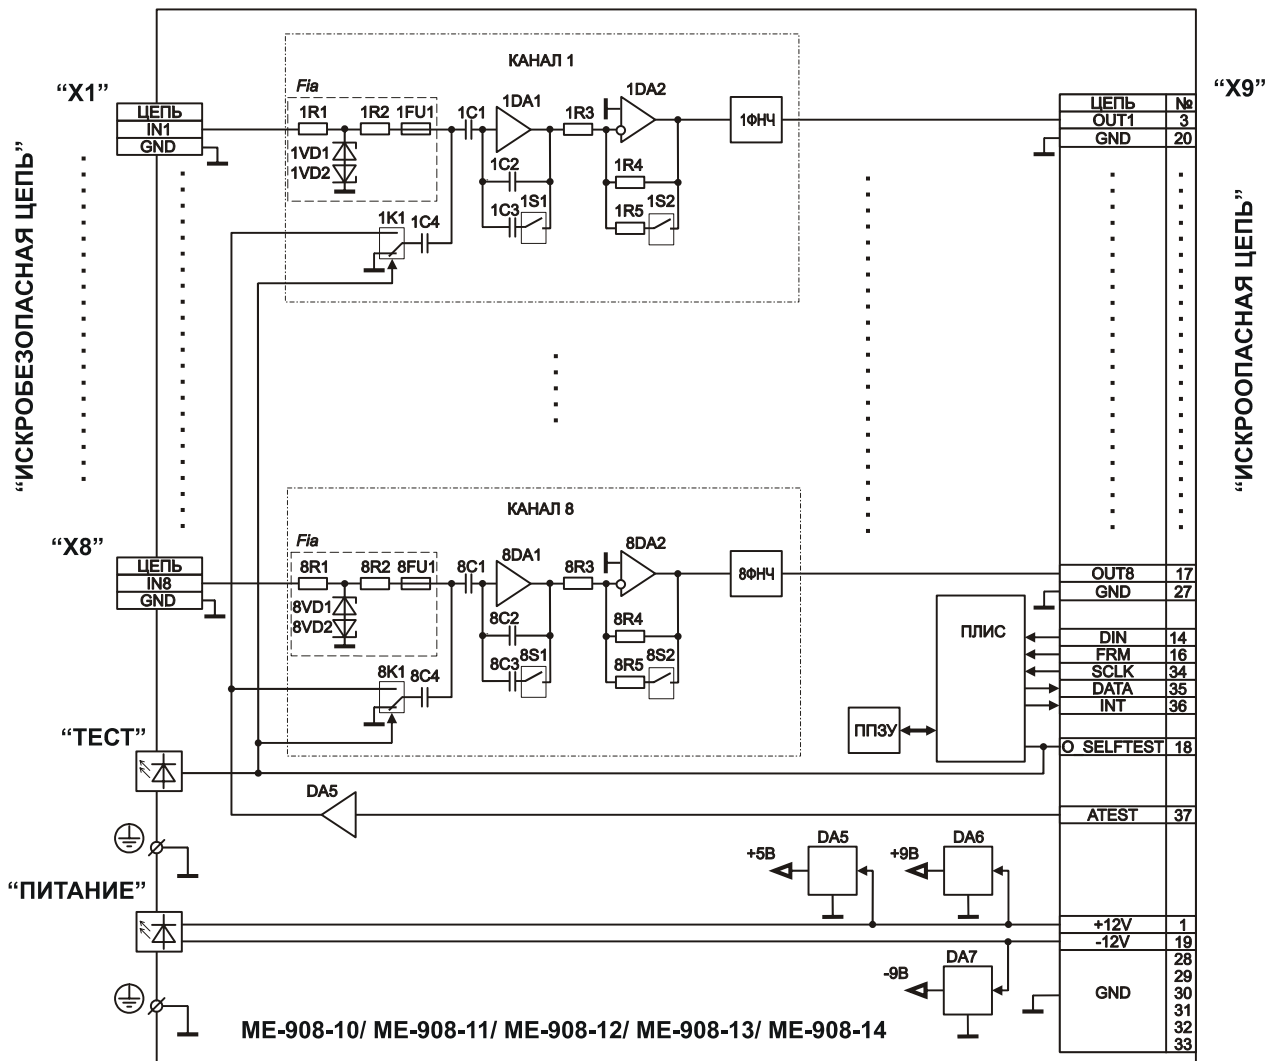

Рисунок 15-Структурная схема модулей
1.5.7.1 Напряжения от внешнего источника питания через контакты цепей «+12V» и «-12V» разъема «X9» модулей (см. рисунок 15) подаются на входы линейных стабилизаторов напряжения DA5, DA6 и DA7, выходные напряжения которых служат для питания элементов модуля.
1.5.7.2 Обмен данными с внешним устройством и управление элементами модуля производится посредством ПЛИС (см. рисунок 15) в соответствии с алгоритмом работы встроенного ПО. Для обмена данными с внешним устройством используются сигналы цепей «DIN», «SCLK», «FRM», «DATA» последовательного интерфейса, поступающие на соответствующие контакты разъема «X9».
предохранителями FU1 (0,125 А, 250В) на входы усилителей-преобразователей заряда DA1 (см. рисунок 15), которые преобразуют заряды в сигналы напряжения. Коэффициенты преобразования каналов зависят от емкостей конденсаторов в цепи обратной связи усилителей-преобразователей. Изменение коэффициентов преобразования DA1 осуществляется подключением конденсаторов С3 параллельно конденсаторам С2 при помощи переключателей S1. Сигналы с выходов DA1 поступают на входы усилителей напряжения DA2, коэффициенты усиления которых определяются сопротивлениями резисторов R3 и R4 в цепи обратной связи. Изменение коэффициентов усиления напряжения DA2 осуществляется подключением резисторов R5 параллельно резисторам R4 посредством переключателей S2. Суммарные коэффициенты преобразования (коэффициенты усиления) каналов и соответствующие амплитудные входные диапазоны каналов выбираются комбинацией коэффициентов преобразования DA1 и коэффициентов усиления DA2.
1.5.7.4 Сигналы с выходов DA2 поступают на входы ФНЧ каналов и далее - на соответствующие контакты выходного разъема «X9» (см. рисунок 15).
1.5.7.5 При выборе в управляющей программе режима самотестирования входы усилителей-преобразователей DA1 каналов (см. рисунок 15) подключаются через конденсаторы С4 емкостью 100 пФ к выходу буферного элемента DA5, на вход которого посредством коммутаторов К1, управляемых соответствующим выходом ПЛИС, подается сигнал переменного напряжения с контакта цепи «АТЕСТ» разъема «X9». При этом амплитуда заряда на входе канала определяется выражением $Q(\text{пКл})=100(\text{пКл/В}) \times U_{\text{сиг}}(\text{В})$, где $U_{\text{сиг}}$ -амплитуда напряжение сигнала «АТЕСТ». В режиме самотестирования на передней панели модуля автоматически включается светодиодный индикатор «ТЕСТ» и на контакте цепи «O_SELFTEST» устанавливается сигнал высокого логического уровня. Тестовый сигнал может быть сгенерирован при помощи встроенного ЦАП измерительного модуля или подан с выхода внешнего генератора переменного напряжения.
1.5.7.6 Паспортные значения коэффициентов усиления каналов и служебная информация хранится в энергонезависимом ПЗУ модуля (см. рисунок 15) и посредством ПЛИС загружается по командам управляющего ПО.
1.5.7.7 В нормальном режиме напряжения на контактах разъема «X9» (см. рисунок 15) со стороны искроопасных цепей не превышает плюс-минус 12 В. Через обратносмещенные полупроводниковые переходы стабилитронов VD1 и VD2 искрозащитных барьеров протекают незначительные токи утечки. При повышении напряжения со стороны искроопасных цепей,
1.5.7.8 В аварийном режиме, возникающем в результате электрического пробоя или повреждения сетевых источников питания внешних устройств, подключенных к модулю, напряжение на барьерах искрозащиты со стороны искроопасных цепей может повыситься до 250 В. При этом стабилитроны VD1, VD2 (см. рисунок 15) перейдут в режим обратимого пробоя, в результате чего напряжение искробезопасных цепей ограничится на уровне, гарантирующем отсутствие образования искры во взрывоопасной зоне. Через стабилитроны и, последовательно соединенные с ним, резисторы R2, предохранители FU1 и цепь искробезопасного заземления начнет протекать ток, величина которого превысит ток срабатывания предохранителей. Срабатывание предохранителей приведет к разрыву соответствующих цепей с аварийным напряжением, при этом обеспечивается сохранение работоспособности стабилитронов за счет ограничения времени выделения мощности на них.
1.5.7.9 Резисторы R2 (см. рисунок 15) служат для ограничения разрывных токов предохранителей FU1 на допустимом уровне.
1.5.7.10 Резисторы R1 (см. рисунок 15) служат для ограничения до искробезопасных величин токов, возникающих в искробезопасных цепях, в случае их короткого замыкания.